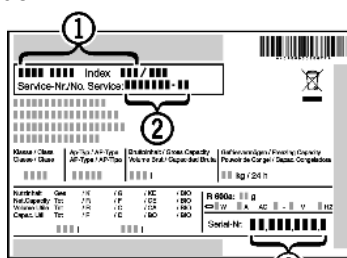

Fig. 20
- ▶ Gerätebezeichnung Fig. 20 (1), Service-Nr. Fig. 20 (2) und Serial-Nr. Fig. 20 (3) vom Typenschild ablesen. Das Typenschild befindet sich an der linken Geräteinnenseite.